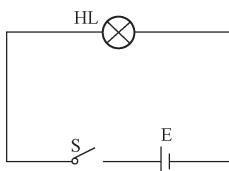
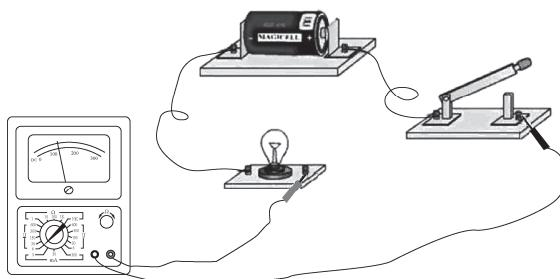

图 2-15 测量电路图
图 2-16 万用表测电路电流
(1) 按照图 2-15 电路，连接测量电路。
(2) 先估计一下被测电流的大小，然后将转换开关拨至合适的电流量程。
(3) 按照图 2-16 将万用表表笔与被测电路串联，此时，要注意表笔的极性与电路极性对应，即红表笔接高电位，黑表笔接低电位。
(4) 经检查无误后，闭合电路中的开关 S，从万用表上读出通过电路的电流值